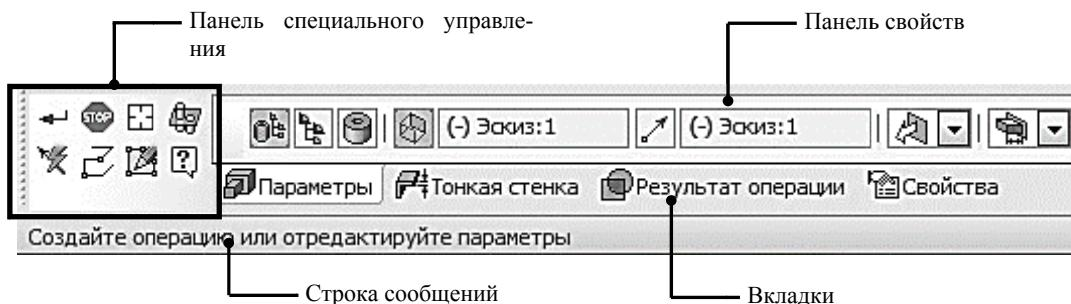

Рис. 6. Панель свойств и строка сообщений
**Панель свойств** (рис. 6) служит для управления процессом выполнения команды. На ней расположены одна или несколько вкладок и **Панель специального управления**.